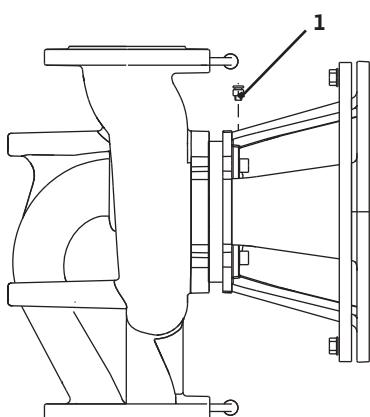

Fig. 34 : Vanne de purge
- Purger la pompe en ouvrant les vannes de purge (fig. 34, pos. 1). La marche à sec détruit la garniture mécanique de la pompe. Le capteur de pression différentielle ne doit pas être purgé (risque de destruction).